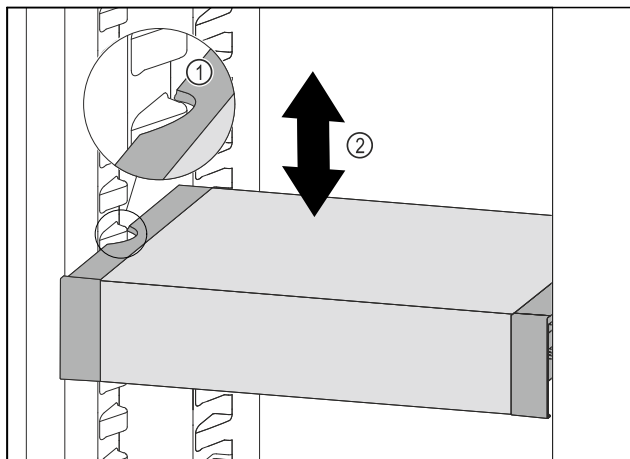

Fig. 88
- 向前移动 VarioSafe，直到 VarioSafe 两侧的凹槽与冷藏区中的容器肋梁持平。Fig. 88 (1)
- 在冷藏区中向上或向下移动 VarioSafe，直至所需高度。Fig. 88 (2)